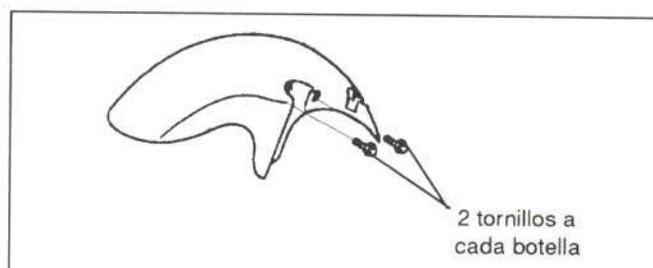

Figura 16.- Fijación del guardabarros delantero
En la figura 16 se muestra su fijación.
- Guardabarros delantero (figura 16)